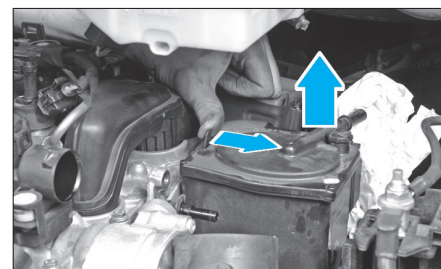

Fig. 51
- Dégraffer puis déposer l'ensemble filtre à gazole (Fig.51).